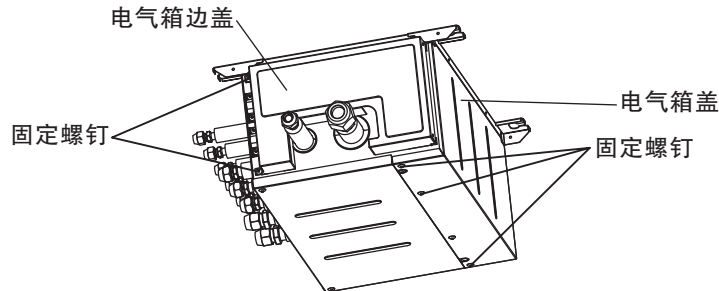

图25-1
- (1) 取下如图25-1电气箱边盖和电气箱盖的固定螺钉，取下电气箱边盖和电气箱盖。